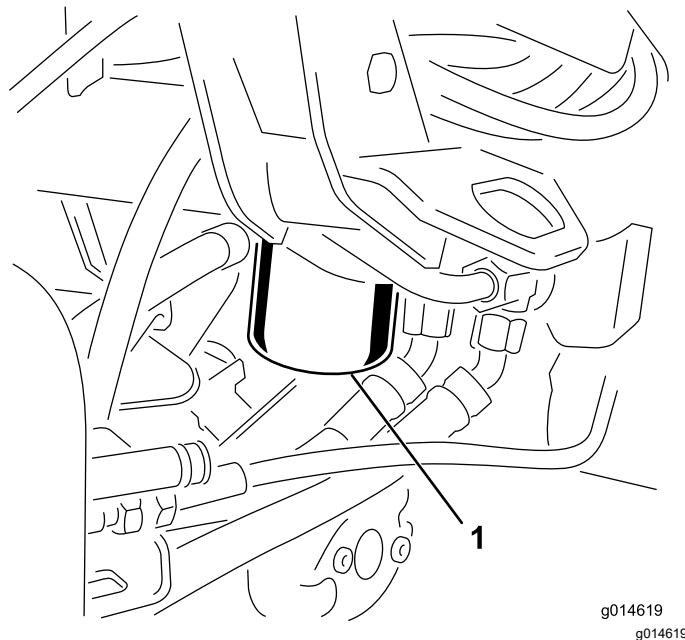

Figure 60
1. Nettoyez la zone autour de la surface de montage du filtre (Figure 60). Placez un bac de vidange sous le filtre et enlevez le filtre.